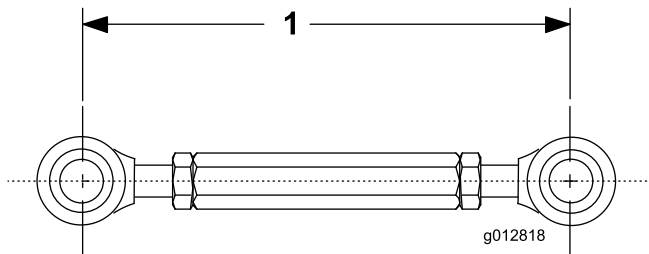

Bild 4
5. Bringen Sie den Gewindestift auf eine Länge von 19 cm und ziehen Sie die Klemmmuttern fest (Bild 4).